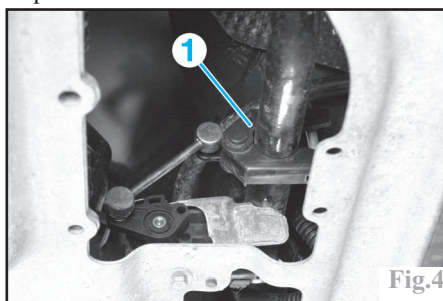

Fig.4
Repérer la position du collier de commande de hauteur (1) (Fig.4) puis le déposer.